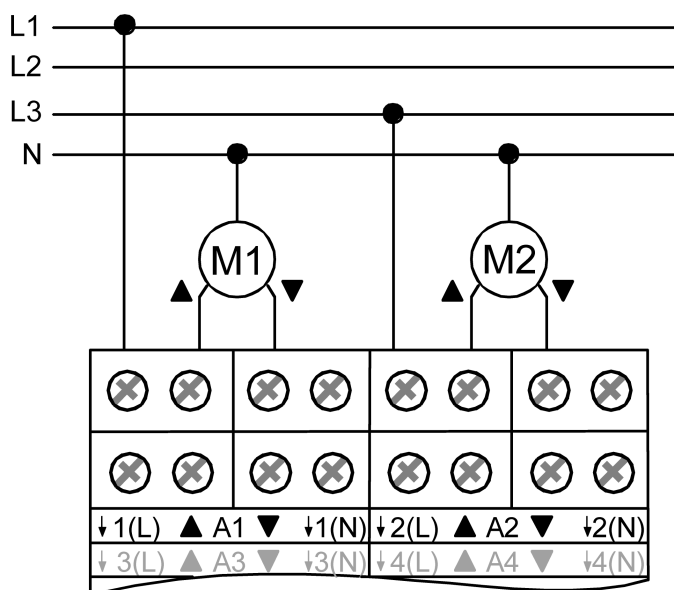

Figura 3: Conexión eléctrica para motores de accionamiento de 230 V.
- Conectar los motores de accionamiento según se indica en el ejemplo de conexiones (figura 3).